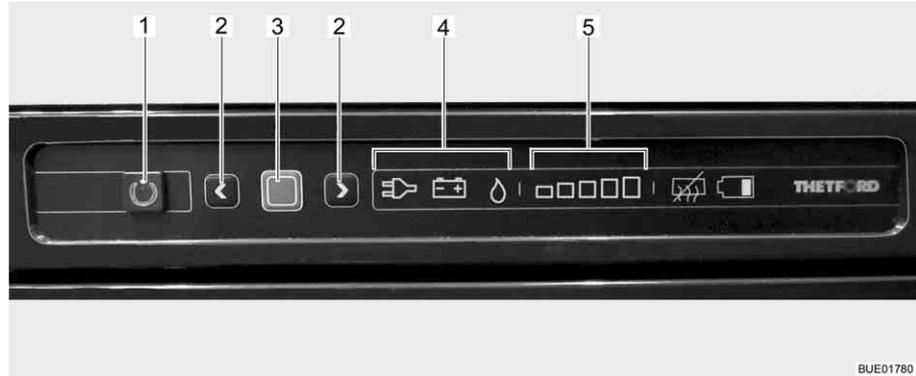

Fig. 218 Elementos de mando para el frigorífico
El modo de funcionamiento actual será visualizado por medio de un símbolo iluminado (Fig. 218,4) en la unidad de mando.
Una vez conectado, el frigorífico selecciona automáticamente el último ajuste seleccionado del termostato. Este reajuste puede modificarse manualmente con las teclas de flecha (Fig. 218,2). Las barras luminosas de la visualización de las etapas de refrigeración (Fig. 218,5) indican el ajuste seleccionado del termostato. Con las teclas de flecha se ajusta la temperatura de refrigeración para los tres tipos de energía. Pasan algunas horas hasta que el frigorífico alcanza la temperatura de servicio normal. Al conmutar el modo de funcionamiento se mantiene el ajuste del termostato. La temperatura de refrigeración se mantiene independientemente del tipo de energía.
- Presionar la tecla On/Off (Fig. 218,1) por 1 segundo. La tecla (Fig. 218,1) se iluminará de color verde. Después de aprox. 10 segundos, la visualización se atenuará automáticamente por razones de ahorro de energía.
- Pulsar la tecla de confirmación (Fig. 218,3). Se visualizará el ajuste actual del modo de funcionamiento.
- Si no está ajustado el modo de funcionamiento Gas: Para cambiar el ajuste, pulsar la tecla de confirmación (Fig. 218,3) por aprox. 2 segundos.
- Seleccionar el modo de funcionamiento Gas con las teclas de flecha (Fig. 218,2). El suministro de gas está abierto. El encendido se realiza automáticamente. Se oye un sonido de tic-tac hasta que el proceso de encendido se haya llevado a cabo con éxito.
- Pulsar la tecla de confirmación (Fig. 218,3) por aprox. 2 segundos.
- Pulsar de nuevo la tecla de confirmación (Fig. 218,3). La etapa de refrigeración actual será visualizada por medio de las barras luminosas (Fig. 218,5).
- Para cambiar el ajuste, pulsar las teclas de flecha (Fig. 218,2) hasta que se visualice el ajuste deseado.
- Pulsar la tecla On/Off (Fig. 218,1) por aprox. 2 segundos. Se apagarán todas las lámparas. El frigorífico está desconectado.
- Si no está ajustado el modo de funcionamiento con 230 V: Para cambiar el ajuste, pulsar la tecla de confirmación (Fig. 218,3) por aprox. 2 segundos.
- Seleccionar el modo de funcionamiento con 230 V a través de las teclas de flecha (Fig. 218,2).
- Si no está ajustado el modo de funcionamiento con 12 V: Para cambiar el ajuste, pulsar la tecla de confirmación (Fig. 218,3) por aprox. 2 segundos.
- Seleccionar el modo de funcionamiento con 12 V a través de las teclas de flecha (Fig. 218,2).
- Pulsar la tecla On/Off (Fig. 218,1) por aprox. 2 segundos. Se apagarán todos las lámparas. El frigorífico está desconectado.